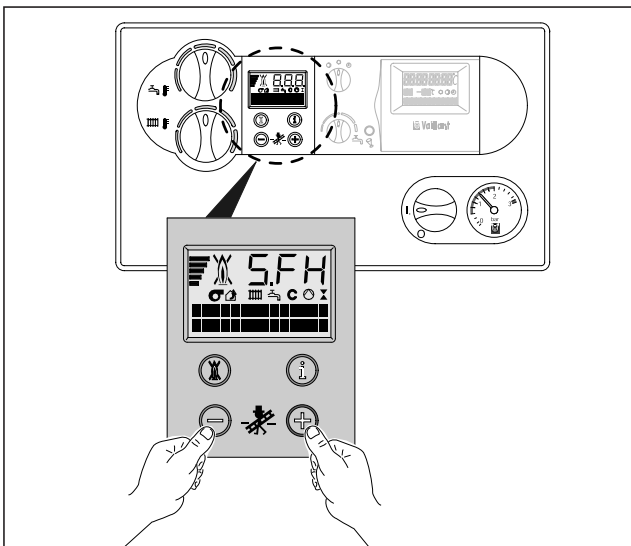

Abb. 3.17 Schornsteinfeger-Messungen (am DIA-System)
- Aktivierung Sie den Schornsteinfeger-Betrieb, indem Sie gleichzeitig die Tasten „+“ und „-“ des DIA-Systems drücken (Abb. 3.17)